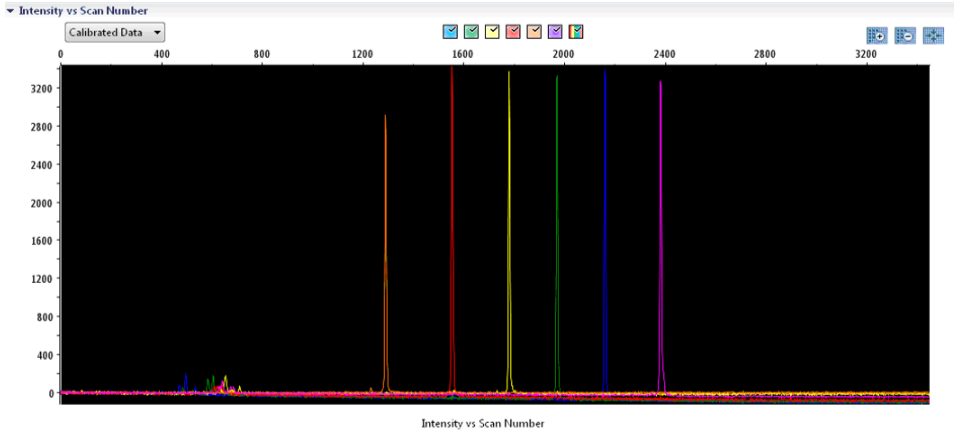

Figure 2. Électrophérogramme de l'étalonnage spectral de la Matrix Standard BT6 sur l'Applied Biosystems 3500 Genetic Analyzer.
- La valeur de qualité (Q) de chaque capillaire doit être supérieure à 0,95 et le nombre de conditions (C) doit être compris entre 1 et 13,5.
- Vérifier que la ligne de base des échantillons de matrice est plane. Comme illustré dans Figure 2, il doit y avoir 6 pics d'une hauteur d'environ 1000–6000 RFU pour chaque échantillon de matrice.